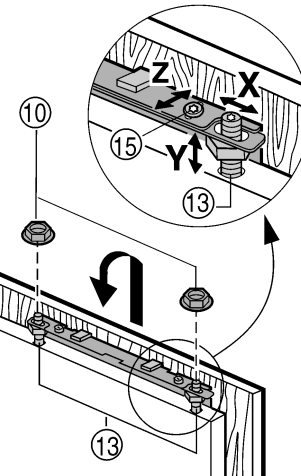

Fig. 20
- ▶ Enganche la puerta del mueble en los pernos de ajuste Fig. 20 (13) y atornille ligeramente las contratuercas Fig. 20 (10) en los pernos de ajuste.
- ▶ Alinear la puerta del mueble en cuanto a altura Y e inclinación lateral: ajuste los pernos de ajuste Fig. 20 (13) con un destornillador.
- ▶ Apriete las contratuercas Fig. 20 (10).